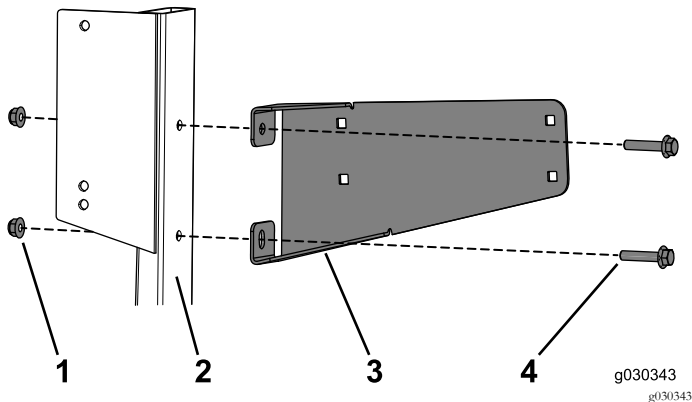

Bild 25
1. Befestigen Sie die Behälterbefestigung mit zwei Bundkopfschrauben (5/16" x 1½") und zwei Bundmutter an der Rohrbefestigung im Motorraum (Bild 25).